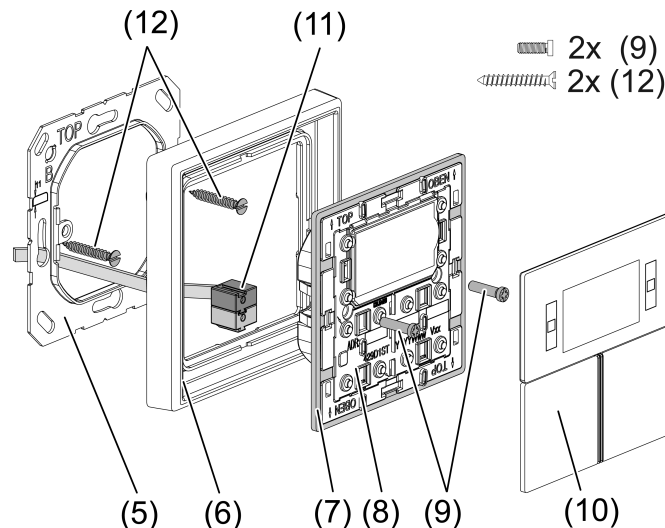

Bild 2: Montage Regler-Modul
- Adapterrahmen (7) lagerichtig von vorn auf das Modul (8) aufrasten (siehe Bild 2). Kennzeichnung **TOP** = oben beachten.